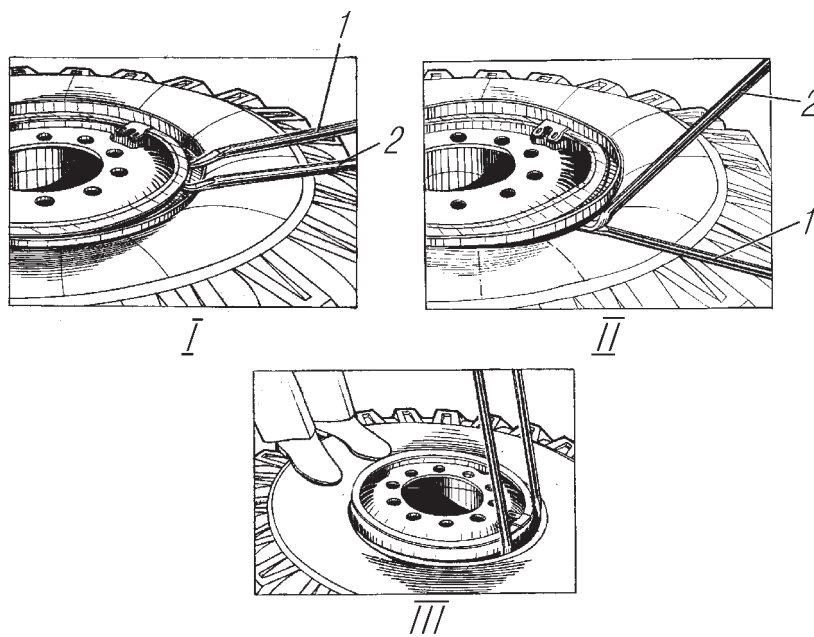

Рис. 50. Разборка колеса:
введите рядом плоский конец второй монтажной лопатки (рис. 50, I). Нажимая на обе лопатки и поочередно переставляя их по кругу на расстоянии 50-100 мм друг от друга, несколько осадите бортовое кольцо вместе с бортом шины вниз, а затем, применяя крюкообразный конец большой монтажной лопатки, полностью снимите (осадите) борт шины по всей длине с посадочной полки обода.
– затем между ней и бортовой закраиной (бортовым кольцом) заведите крюкообразный конец большой монтажной лопатки так, чтобы плоский конец короткой монтажной лопатки разместился в ее пазу (допускается применять молоток) и, опираясь пяткой второй лопатки о первую, надежно зацепившись ее крюкообразным концом за бортовое кольцо, одновременно отжимая обе лопатки (рис. 50, II) осадите борт шины вниз;
– введите плоские концы монтажных лопаток между ободом и бортом шины в зоне вентиля на расстоянии 200-250 мм друг от друга (рис. 50, III) и, нажимая на них, переместите часть борта через посадочную полку вверх (выведите его наружу обода). При этом противоположная часть борта шины должна обязательно находиться в монтажном ручье обода;